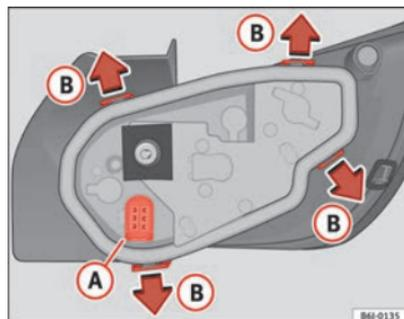

Fig. 167 Remplacement des ampoules des feux arrière
- Retirez le support d'ampoules en le séparant du boîtier. Appuyez pour cela sur les pattes de fixation (B) dans le sens des flèches ⇒ fig. 167.